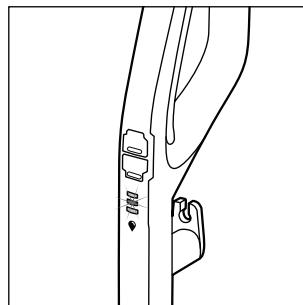

Rys. 17
- ◆ Aby włączyć urządzenie, naciśnij przełącznik wykładzina dywanowa/dywan ⑬ (patrz rys. 17). Dioda LED przełącznika wykładzina dywanowa/dywan ⑬ zaświeci się na niebiesko.
- Jeśli podczas czyszczenia wykładzin dywanowych/dywanów naciśniesz przełącznik roztworu czyszczącego ❸ ❸, to w porównaniu do czyszczenia twardych podłóg na wałek szczotkowy ❶ nanoszona będzie dwukrotnie większa ilość roztworu czyszczącego.
- Aby umożliwić szybsze schnięcie wykładzin dywanowych po czyszczeniu, należy kilkakrotnie przesunąć urządzenie po dywanie. Nie aktywuj przy tym funkcji ciągłego spryskiwania i nie trzymaj wcisniętego przełącznika roztworu czyszczącego ❸ ❸.
- ◆ W celu wyłączenia urządzenia naciśnij ponownie przełącznik wykładzina dywanowa / dywan ❻ ❻ (patrz rys. 17).